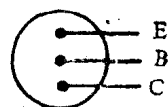

图 7
③三根管脚排成一直线，其中两根管脚紧挨着。中间是基极，紧挨着基极的是发射极，离基极较远的是集电极。此外特殊类型的三极管最好通过测量来判别，如图7所示。